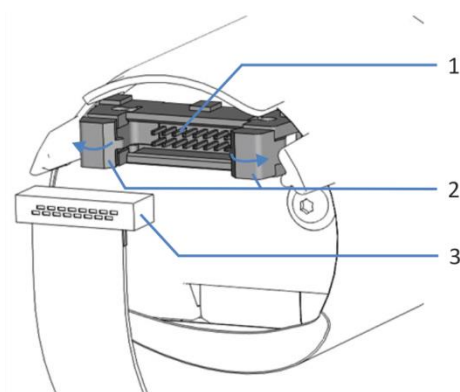

图 73: 进样阀驱动后侧的连接器和线缆
- 10) 向外推进样阀连接器上的两个夹子并将其打开（见图 73）。